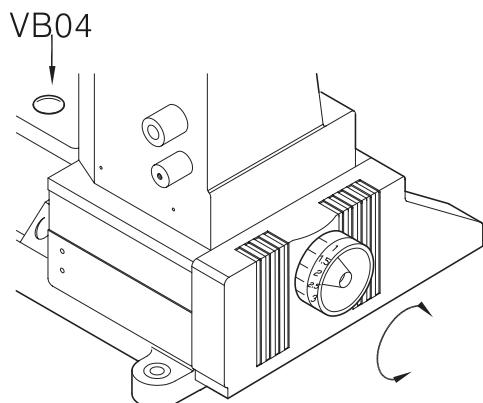

Fig. 19
1. Ajustar la cantidad del transportador principal: (Fig. 19)